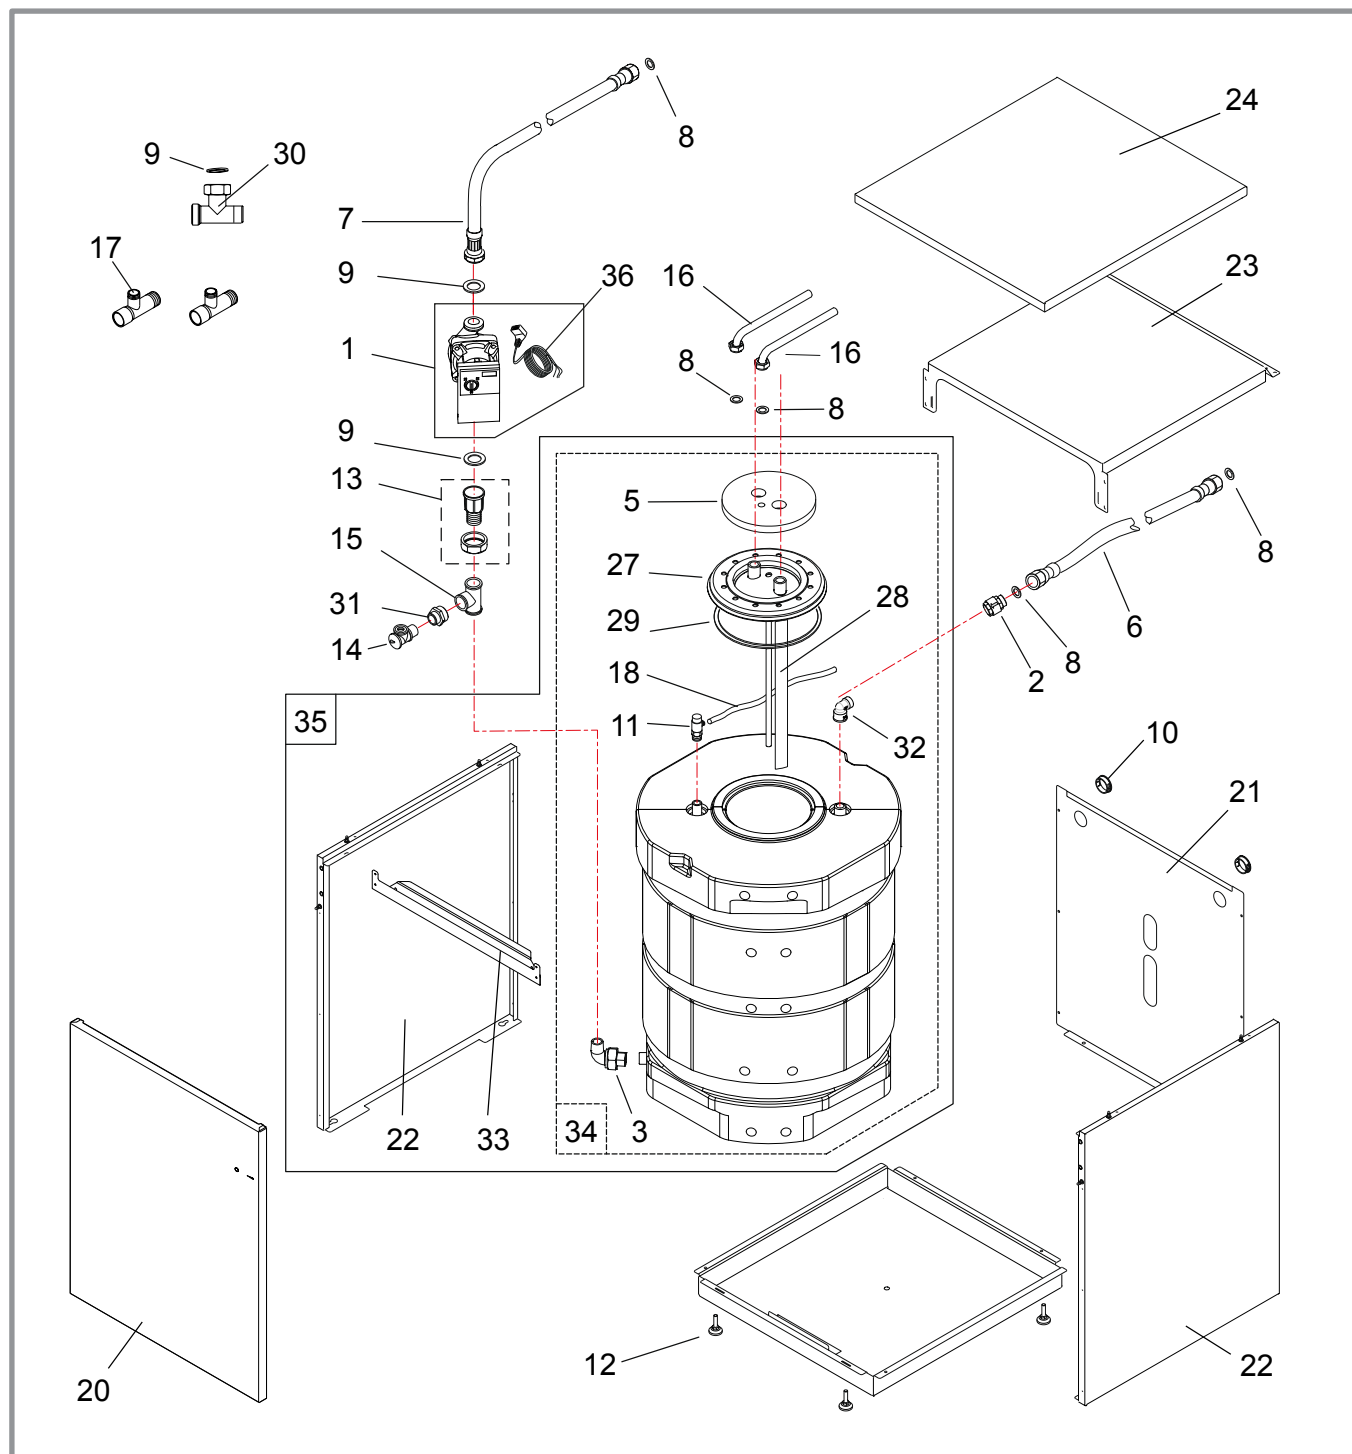

figure 17 - Vue éclatée (ballon sanitaire)
* **Ballon porteur** : Il est nécessaire de basculer le ballon, déposer préalablement la traverse (rep. 33, figure 17).